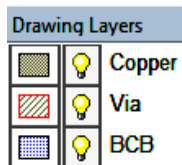

Рис. 52
- При активном окне ЕМ структуры **PCB** откройте в левом окне проекта менеджер топологии и щёлкните по строке **Drawing Layers**, чтобы видеть доступные слои черчения (рис. 52).